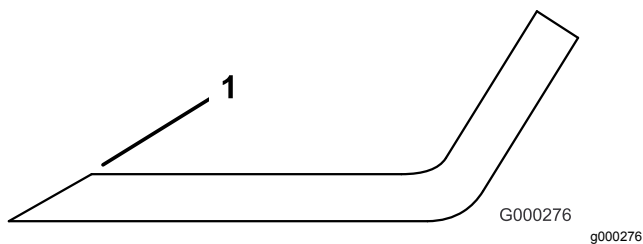

Figura 112
3. Inspeccione los filos de corte de todas las cuchillas, y afílelos si están romos o tienen mellas (Figura 112).
Nota: Afile únicamente la parte superior del filo y mantenga el ángulo de corte original para asegurar un filo correcto (Figura 112). La cuchilla permanecerá equilibrada si se retira la misma cantidad de metal de ambos bordes de corte.